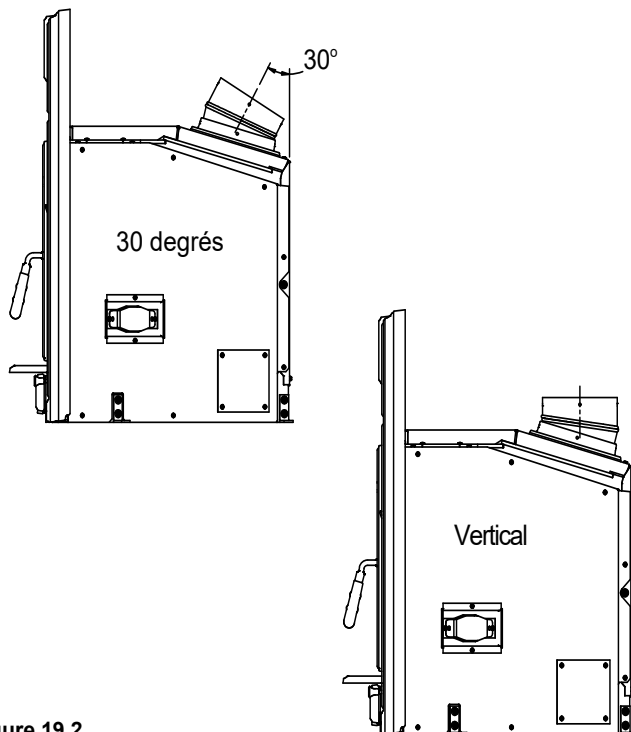

Figure 19.2
**Figure 19.2** montre une installation verticale et également comment réaliser une installation facultative avec un coude de 30°.